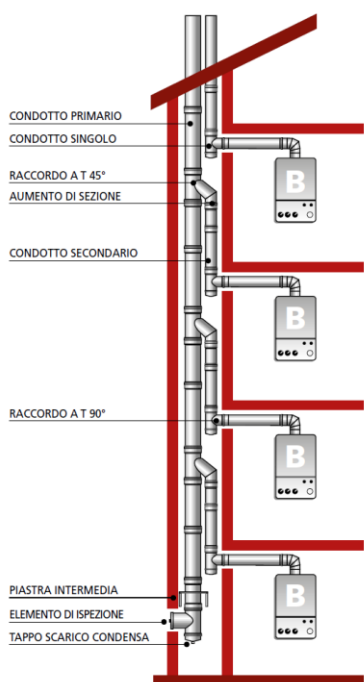
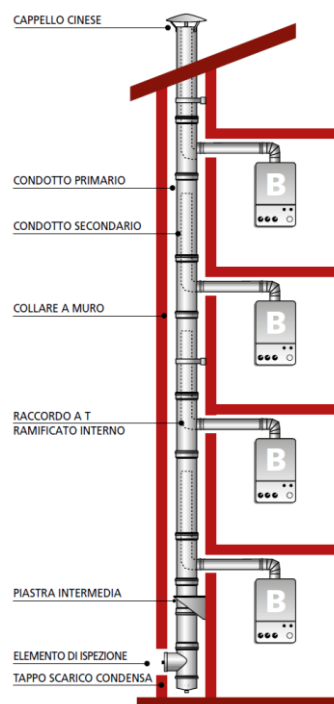

FIGURA 10A
FIGURA 10B
SCHEMA di MONTAGGIO per CANNE FUMARIE COLLETTIVE RAMIFICATE (C.C.R.) asservite ad apparecchi di tipo B a tiraggio naturale - (figura 10A e figura 10B)
- Inserire il raccordo a T che permette di collegare il canale da fumo al camino: in funzione della tipologia dell'impianto prevista dal progettista, dovrà essere installato un raccordo a T 90° o inclinato a 45° (**figura 10A**) oppure di tipo coassiale (**figura 10B**).